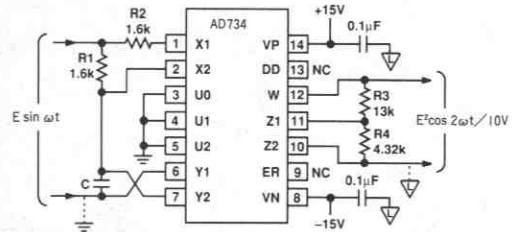

図7. 周波数2倍倍回路
(8)式から入力電圧Eの振幅により出力のDC成分が大きく変化することが示されます。このDC成分は図7に示すようにDC成分を含まない積をもつ2個の信号を発生するためにRC回路を用いて避けることができます。出力は以下のようにになります。